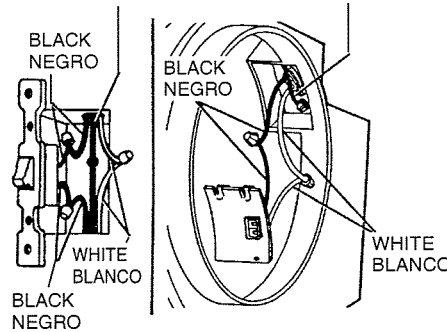

FIG. 10
3. Attach ductwork. Run ductwork to roof or wall cap. See "Typical Installations" (FIGS. 1-4) Make sure that both fan damper and damper inside roof cap open freely (FIG. 10).
3. Instale los conductos. Instale los conductos hacia la cubierta de la pared o el tejado. Vea la sección "Instalaciones típicas" (FIGS. 1-4). Compruebe que el amortiguador del ventilador y el amortiguador de dentro de la cubierta del techo se pueden abrir libremente (FIG. 10).